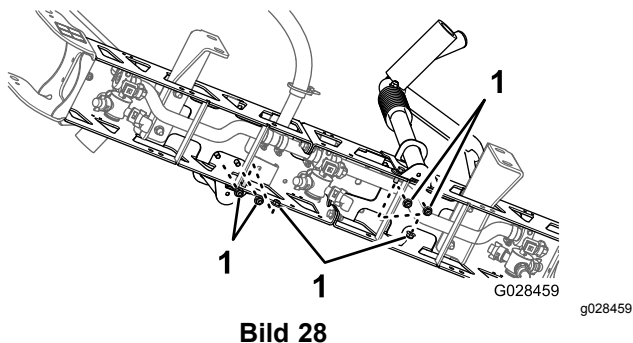

Bild 28
3. Befestigen Sie die Gabeln mit sechs Schrauben ($\frac{3}{8}$ " x 1") und sechs Sicherungsbundmutter ($\frac{3}{8}$ ") am Auslegerabschnitt (**Bild 27** und **Bild 28**).